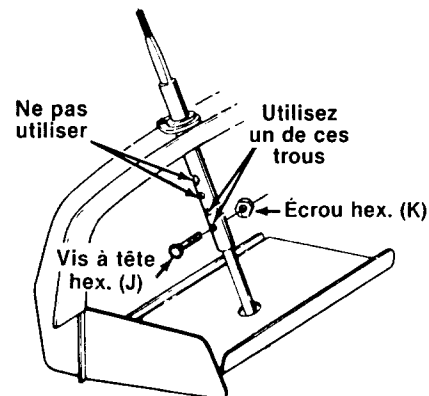

FIGURE 11
1. Pour faciliter l'expédition, la partie supérieure de l'arbre de direction est rabattue sur la partie inférieure. Relevez la partie supérieure. Les trois trous de l'arbre permettent de régler le volant à trois hauteurs différentes. Choisissez le trou approprié et utilisez la vis à tête hex. (J) et l'écrou hex. (K) pour le maintenir en place. Voir la figure 11.